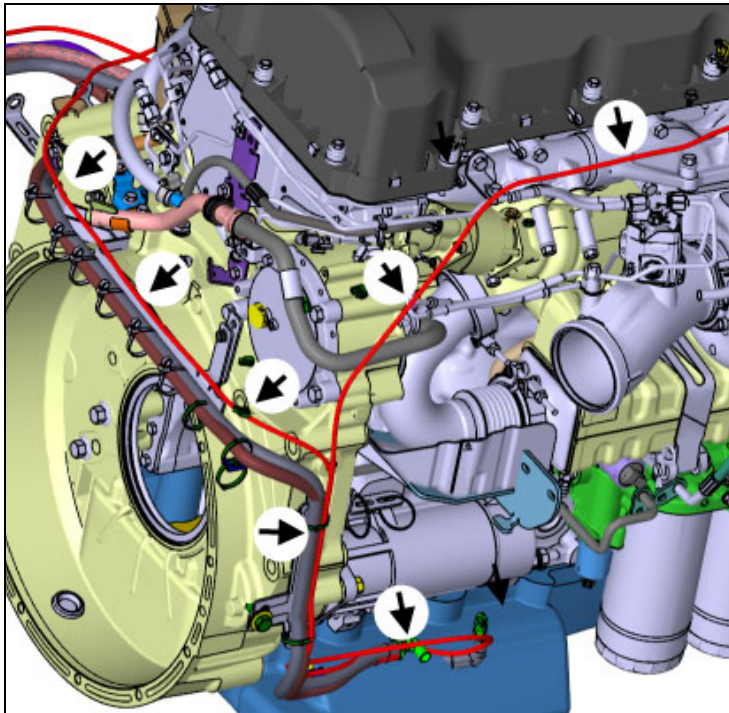
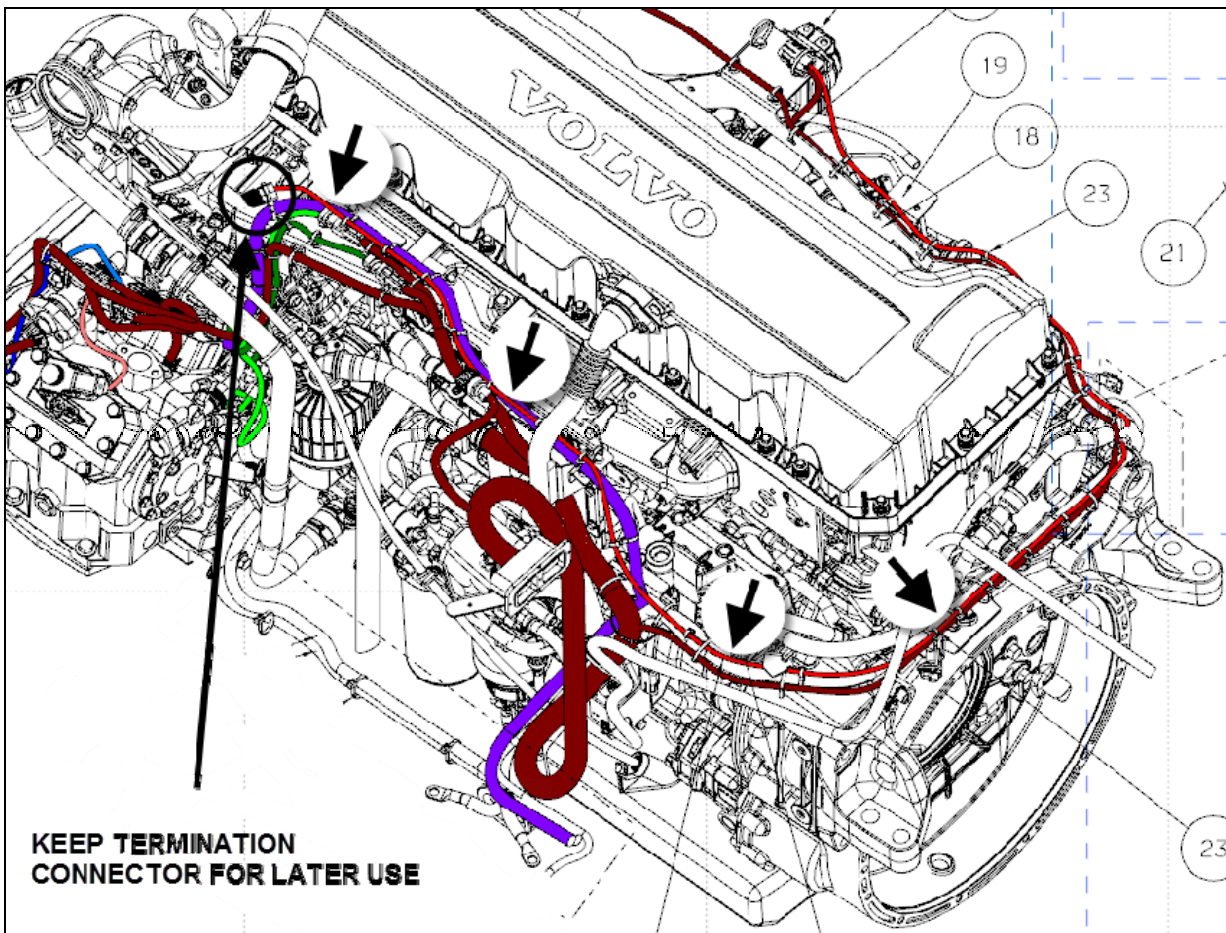

FIGURE 19: RETIRER LE LTD
FIGURE 20: RETIRER LE LTD. CONSERVER LE CONNECTEUR DE TERMINAISON POUR RÉUTILISATION
- 1) Couper toutes les attaches de nylon et retirer le LTD (fil à gaine rouge). Du côté chaud du moteur, il est possible que le LTD forme une boucle sous le démarreur (FIGURE 19). Du côté froid du moteur, le LTD effectue le parcours montré à la FIGURE 20. Conserver et réutiliser le connecteur de terminaison situé à la fin du LTD actuel.